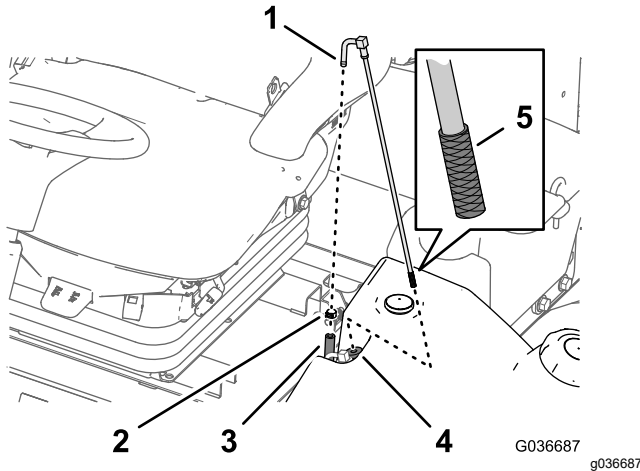

Figura 58
1. Retire la abrazadera que fija la manguera de suministro de combustible al acoplamiento del tubo de aspiración de combustible (Figura 58).
2. Retire la manguera del acoplamiento (Figura 58).
3. Eleve el tubo de aspiración de combustible del depósito de combustible (Figura 58).
4. Limpie cualquier residuo de la rejilla al final del tubo de aspiración de combustible (Figura 58).
5. Inserte el tubo de aspiración de combustible a través del casquillo de goma y en el depósito (Figura 58).